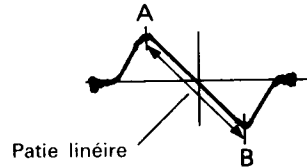

Fig. 26
- Remarque 2: Provoquer l'apparition d'une courbe S sur l'écran par FM IFT, comme indiqué sur la Fig. 26, et la régler jusqu'à ce que les points A et B soient positionnés symétriquement et que la ligne A-B soit linéaire.